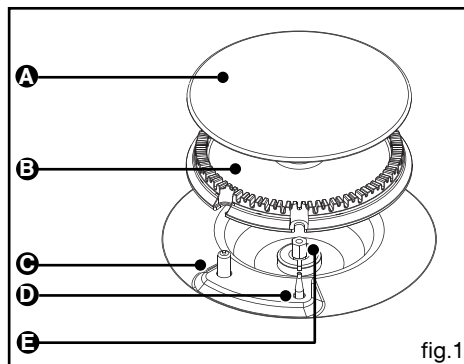

fig.1
- Retirez les grilles, les chapeaux et les têtes de tous les brûleurs (fig. 1).
- Enlevez le déflecteur en dévissant les 2 vis le maintenant (**fig.1**)
- Enlevez le capot arrière en dévissant les 11 vis de maintien (**fig.1**)